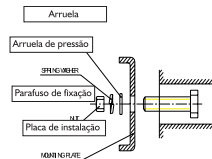

Figura 03
3. Fixar a placa de instalação do equipamento (Figura 03);